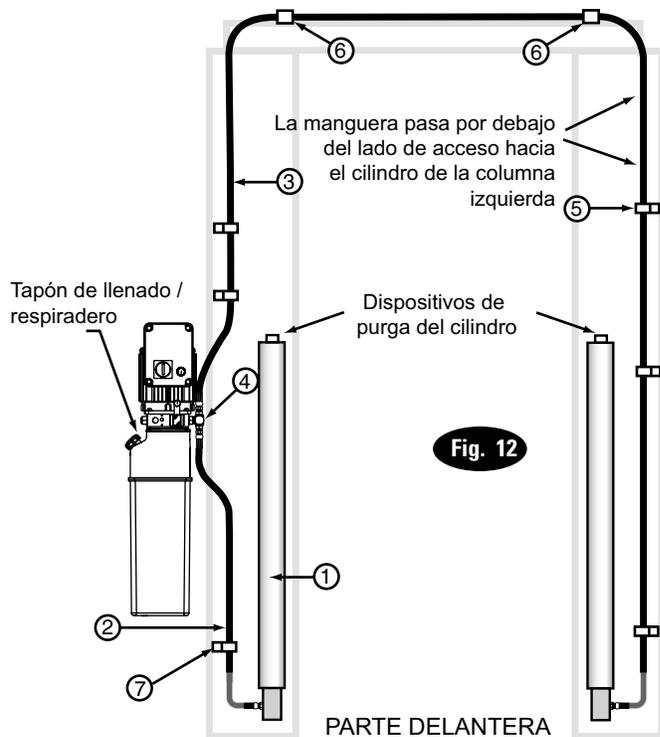
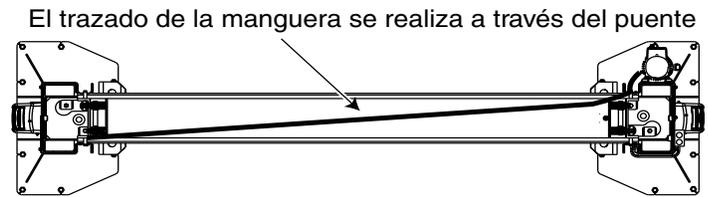

Fig. 12
Fig. 12a
NOTA: Introduzca la manguera de la unidad de potencia en las columnas usando las ranuras situadas en la base de la columna, Fig. 12. Dirija la manguera del puente en el canal de la columna en la parte exterior de la columna, Fig. 12. La manguera del puente se dirige hacia el extremo superior del ensamblaje del puente, Fig. 12 y Fig. 12a.
- E) Acople el grillete del cilindro de aire en la placa de mando del trinquete con la chaveta de horquilla y los anillos de retención, Fig. 12. Acople la parte inferior del cilindro de aire al soporte del cilindro de aire con HHCS de 1/4" x 1-3/4" y una tuerca de nailon, Fig. 18. Repita el proceso para el otro inmovilizador.